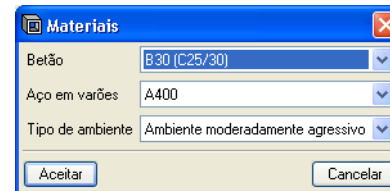

Fig. 3.5
- Coloque os dados referentes aos materiais, fig.3.5.